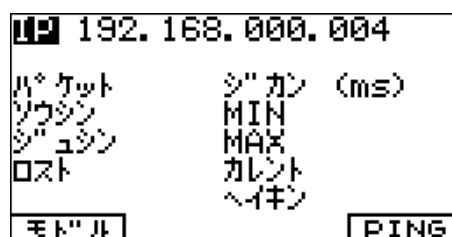

図 3.11-1 PING テスト画面
3. FUNCTION キーを押すと、PING テスト画面が表示されます(図 3.11-1 参照)。